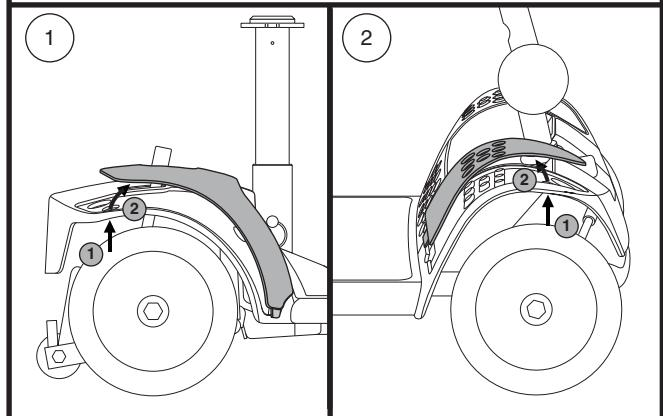

Figura 15. Pannello paraurti
2. Spingere attraverso il foro per separare il pezzo dal miniscooter. **Vedere figura 15.**
NOTA: Quando si installa il pannello paraurti anteriore e posteriore, verificare che la scheda nella parte inferiore del pannello sia inserita nell'apertura prima di fissare il pannello. Vedere figura 15.